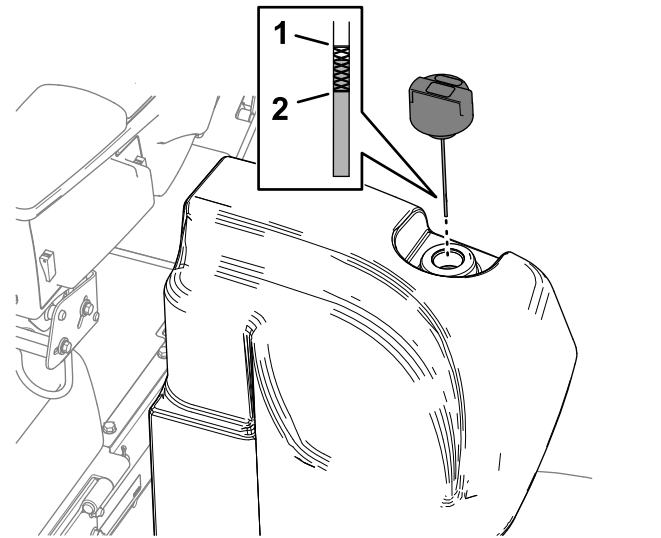

Figura 111
2. Limpie la zona alrededor del cuello de llenado y el tapón del depósito hidráulico (Figura 111).